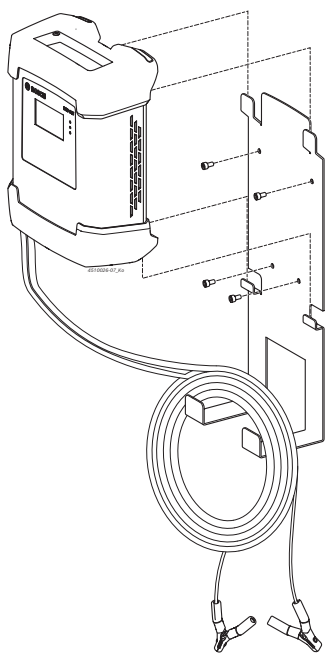

Fig. 2: BAT 645 com suporte de parede
**I** Os quatro pés de apoio do BAT 645 sempre devem ser enganchados em cima e embaixo no suporte de fixação à parede. Cabos de carregamento e o cabo de ligação à rede podem ser enganchados no suporte de fixação à parede (ver fig. 2).